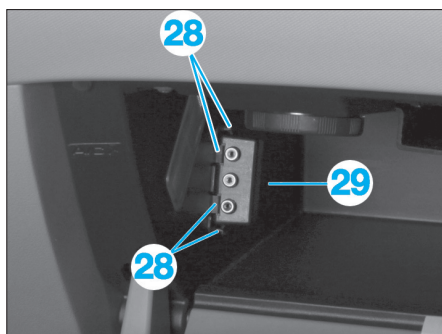

Fig. 15
- Dégrafer en (28) et déposer le système d'entrée audio/vidéo (29) en le déconnectant (suivant équipement) (Fig.15).